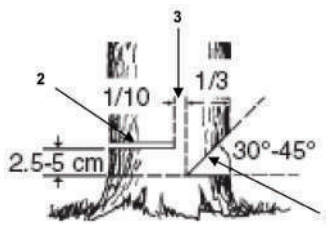

Рис. 13
4. Выберите направления падения дерева, для этого следует учесть силу и направление ветра, естественный наклон дерева, равномерность распределения веток в кроне дерева. Начните пилить с той стороны дерева, куда оно должно упасть (Рис. 13)